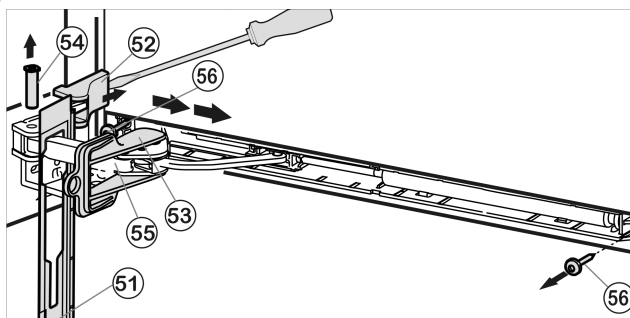

Fig. 16
- Desplace hacia delante el panel a través del estribo del amortiguador *Fig. 16 (55)* en dirección del aparato.
- Encaje el seguro *Fig. 16 (53)* en el agujero oblongo.
- Levante la cubierta *Fig. 16 (52)* con el destornillador desde la parte exterior y extráigala hacia fuera.
- Extraiga el perno *Fig. 16 (54)* presionando desde abajo.
- Presione el estribo del amortiguador *Fig. 16 (55)* en dirección de la puerta.
- Retire el panel *Fig. 16 (51)*.
- Desatornille toda la unidad de amortiguador de cierre (2 Torx 15) *Fig. 16 (56)*.